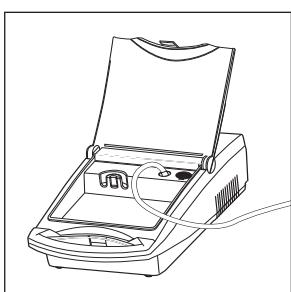

Figure 2
5. Brancher l'une des extrémités du tube du nébuliseur dans le connecteur d'admission d'air Figure 2 ou 3.